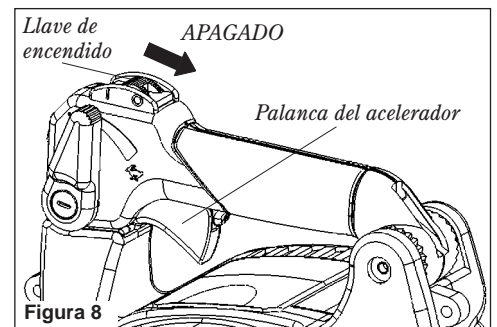

Figura 8
2. Deslice el interruptor de encendido hacia el trasero a "O" (LEJOS). Vea la Figura 8.